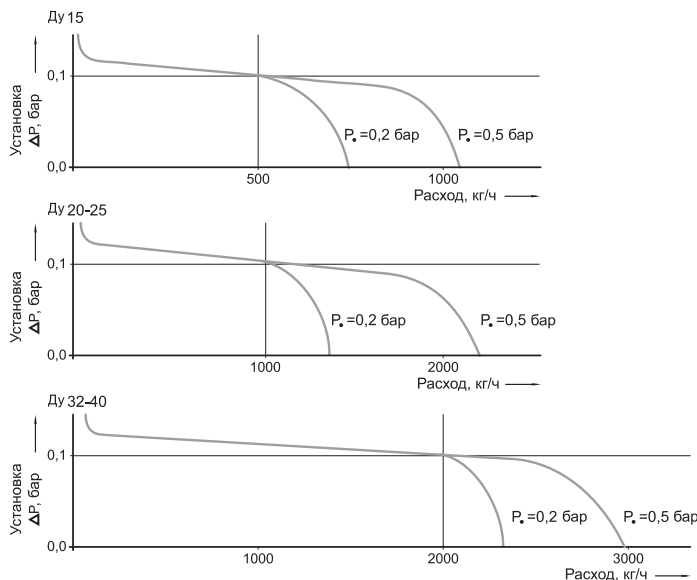

Рис. 4. Характеристики регулирования V5012C0103, настройка перепада давления на 0,1 бар (заводская настройка)
- Заводская настройка мембранного блока Kombi-DU V5012C0103 равна 0,1 бар. Предварительная настройка может быть увеличена до макс. 0,3 бар. В этом случае кривые регулирования, представленные на рис. 4. перемещаются параллельно на настроенное значение.
- Заводская настройка мембранного блока Kombi-DU V5012C0306 равна 0,3 бар. Предварительная настройка может быть увеличена до макс. 0,3 бар. В этом случае кривые регулирования, представленные на рис. 4. перемещаются параллельно на настроенное значение.